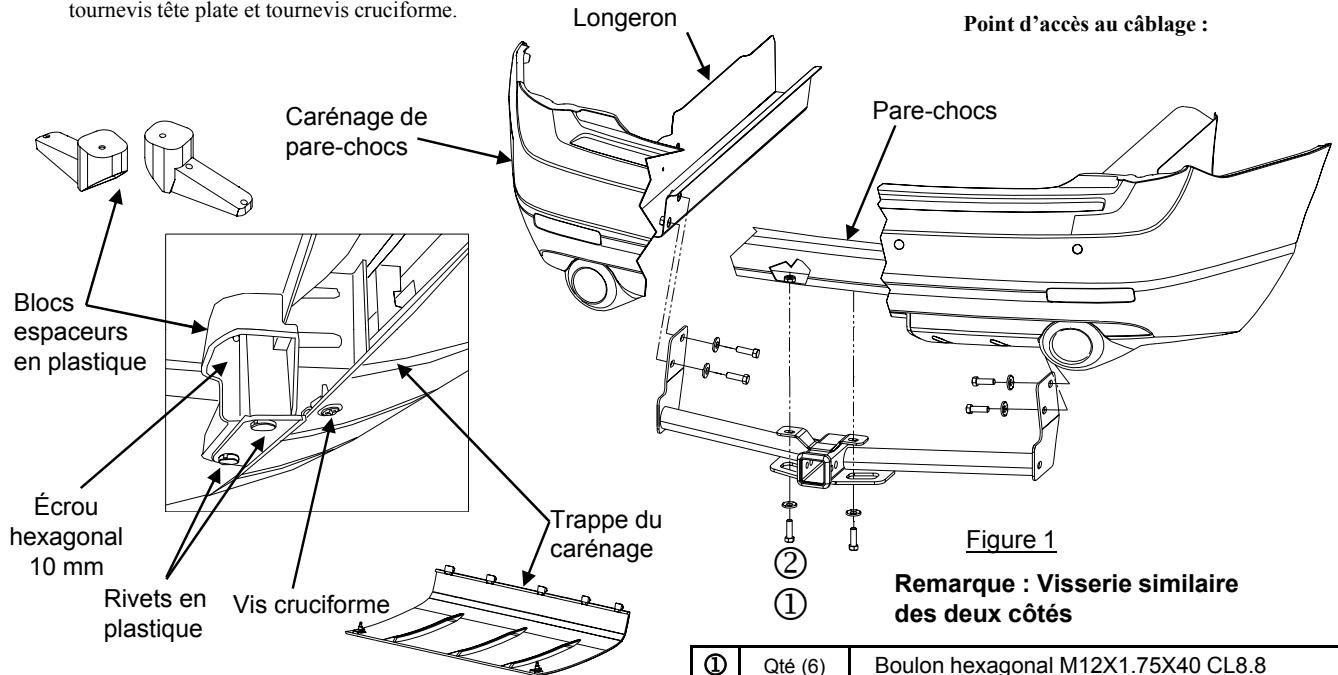

Figure 1
4. Soulever avec précaution l'attelage en position, par-dessus le carénage (le cas échéant). Fixer au pare-chocs à l'aide de boulons M12 et de rondelles coniques dans les écrous à souder existants, comme illustré à la Figure 1. Poser la visserie restante comme illustré.
6. Reposer les blocs espaceurs en plastique et quatre (4) rivets de carénage en plastique déposés aux étapes 1 et 2.